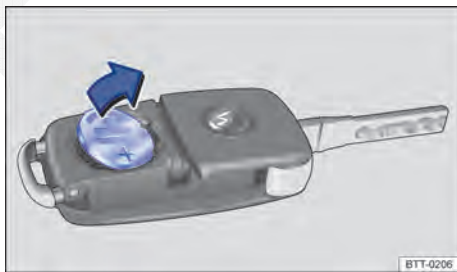

Fig. 25 Chave do veículo: remover a bateria.
- Remover a bateria do alojamento da bateria com uma ferramenta adequada ⇒ Fig. 25.
- Posicionar a nova bateria conforme indicado ⇒ Fig. 25 e pressionar no sentido contrário ao da seta para dentro de alojamento da bateria ⇒ ②.